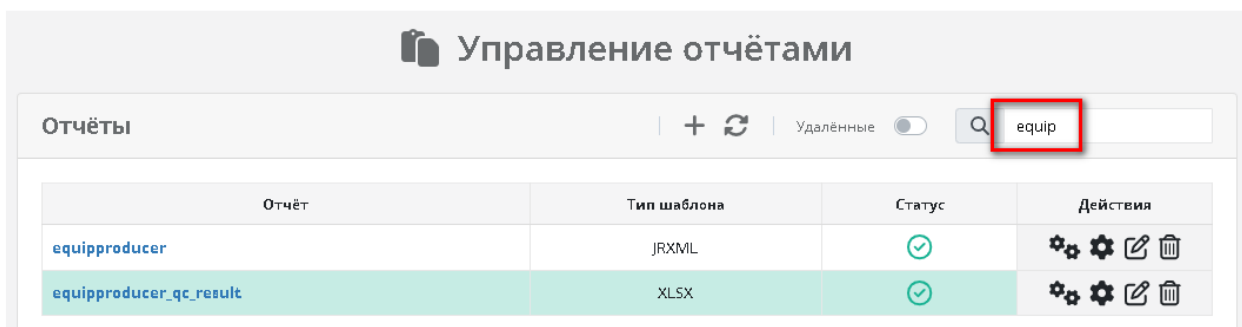

Рисунок 23. Фильтрация данных в таблице
- поле ввода «Поиск» - для фильтрации записей в таблице (Рисунок 23).